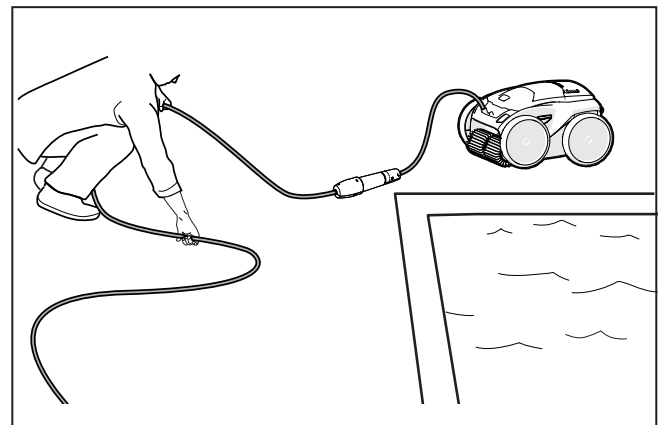

Figure 18. Démêler
4. Retirez le robot de la piscine et démêlez tous les plis du câble d'alimentation (Figure 18). Commencez par la tête du nettoyeur. Posez le câble au soleil pour libérer toute mémoire enchevêtrée.